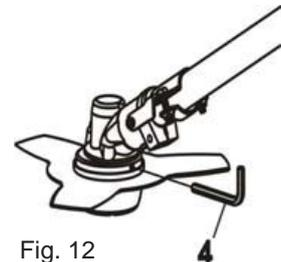

Fig. 12
6. De seguida, insira uma chave sextavada de 4mm nos orifícios para impedir que o fixador se mexa. Fig.12.